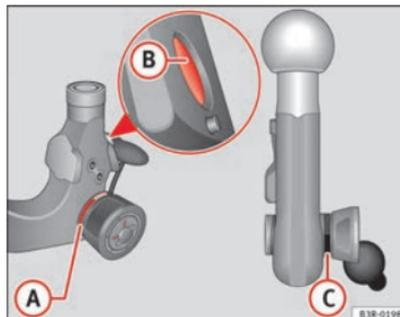

Fig. 158 Dispositivo desmontable para remolque: Rótula
- Compruebe si la marca roja **(A)** ⇒ fig. 158 de la rueda moleteada se encuentra en la zona negra de la rótula.